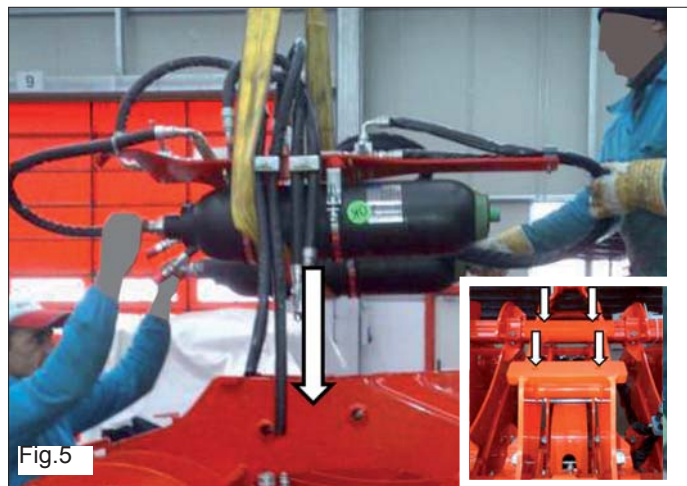

Fig.5
1. Die Speichereinheit auf der Maschine positionieren und über die entsprechenden Öffnungen mit 4 M12 Schrauben befestigen. (Fig.5)